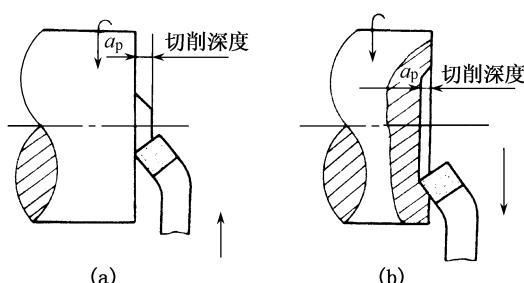
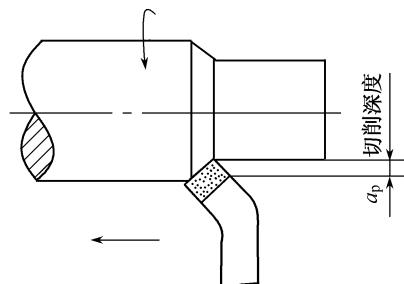

图 3-15 横向进给车端面
图 3-16 纵向移动车外圆
(1) 车平面的方法。开动车床使工件旋转，移动小滑板或床鞍控制吃刀量，然后锁紧床鞍，摇动中滑板丝杠进给，由工件外向中心或由工件中心向外车削，如图 3-15 所示。
(2) 车外圆的方法。
① 移动床鞍至工件右端，用中滑板控制吃刀量，摇动小滑板丝杠或床鞍作纵向移动车外圆，如图 3-16 所示。一次进给车削完毕，横向退出车刀，再纵向移动刀架滑板或床鞍至工件右端进行第二、第三次进给车削，直至符合图样要求为止。